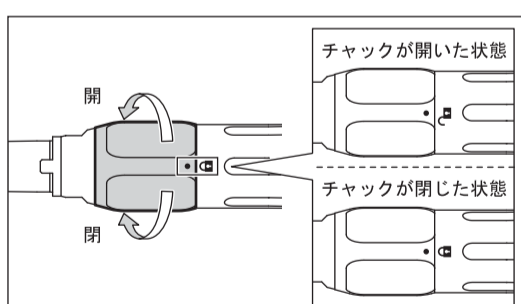

図4
- 1) チャック開閉リングを"開"の方向に「カチッ」と音がするまで回します。(図4)
- ・切削バーを固定した後、●印と"閉"印があることを確認してください。(図4)